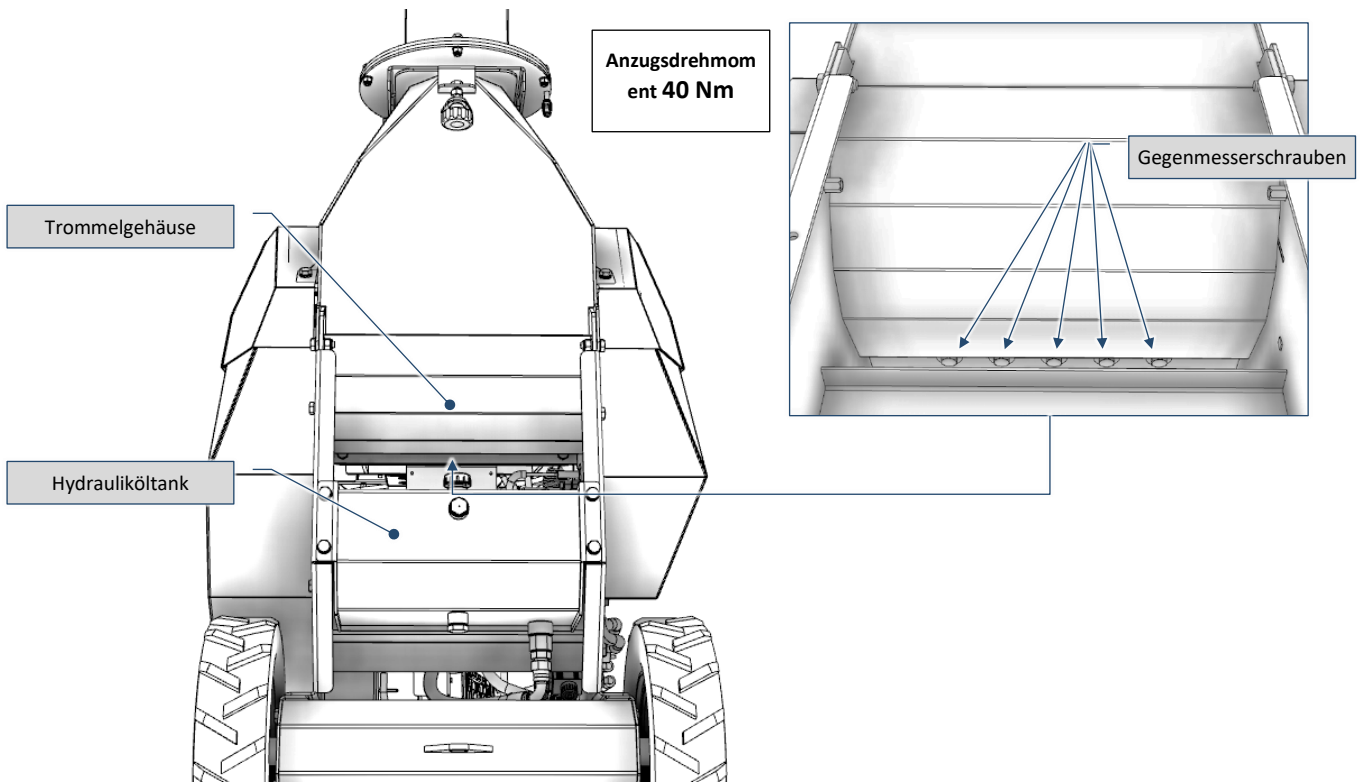

Abb. 9-31 – Position der Gegenmesserschrauben
- 8) Begeben Sie sich an die Rückseite der Maschine und lösen Sie – von unten durch das Schneckenblech der Trommel zugänglich – die fünf Befestigungsschrauben der Gegenklinge (Fig. 9-31);
- 12) Ziehen Sie die Befestigungsschrauben der Gegenklinge an – **Anzugsdrehmoment von 40 Nm** (Fig. 9-31);